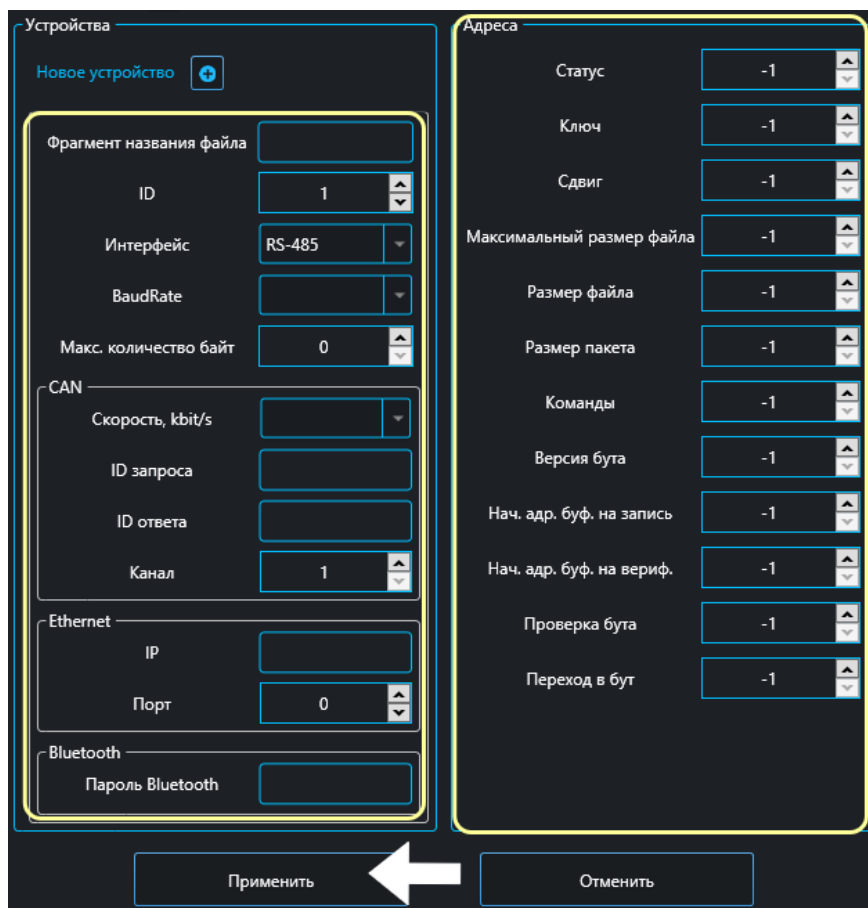

Рис. 66
5. Выполнить настройки соединения между устройством и ПК (Рис. 66). Нажатие кнопки “Применить” сохраняет все изменения в файл «Загрузчик.ini».